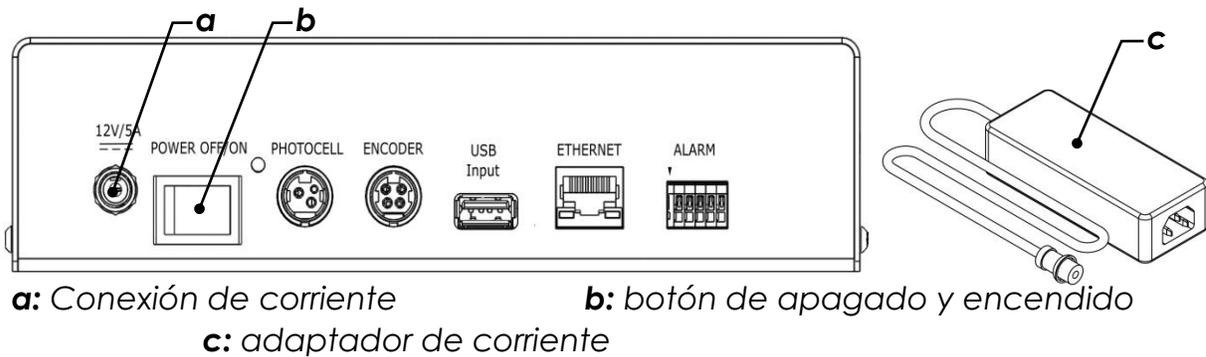

Figura 12
- Inserte el lado masculino del adaptador de corriente en la parte de atrás de la impresora (vea Figura 12).